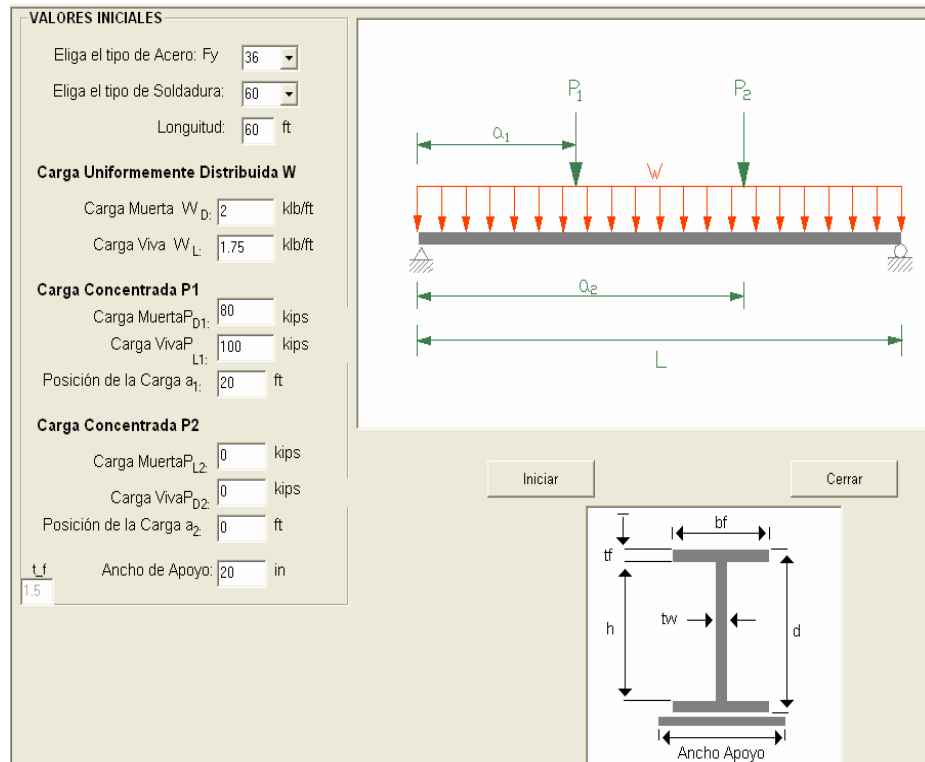

Figura 6.8 Captura de Datos
1. La captura de los datos se muestra en la Figura 6.8.